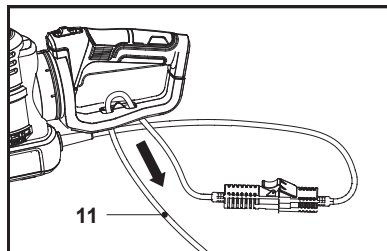

Fig. 4
3. Con el cable de alimentación (11) colocado sobre la sujeción (12), tire del cable de alimentación (11) con cuidado hasta confirmar que queda bien sujeto (Fig. 4).